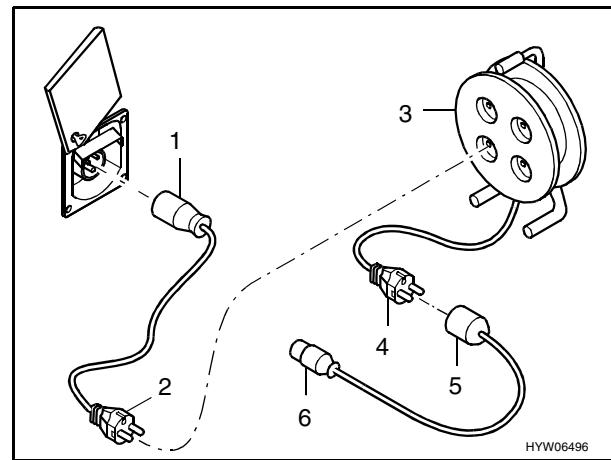

Bild 66 Anschlussmöglichkeiten 230-V-Anschluss
- Abdeckung nach oben kippen (Bild 66).
CEE 17 Anschlusskupplung mit Schutzkontakt (Bild 66,1) – Stecker mit Schutzkontakt (Bild 66,2).
Steckdose mit Schutzkontakt (Bild 66,3) – Stecker mit Schutzkontakt (Bild 66,4).
Anschlusskupplung mit Schutzkontakt (Bild 66,5) – CEE 17 Stecker mit Schutzkontakt (Bild 66,6).